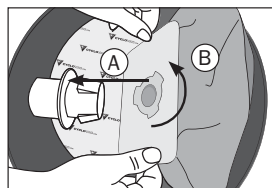

figura 20
4. Inserte la bolsa hasta el manguito de retención para garantizar la estanquidad (**figura 20-A**). Gire la bolsa a 20° (**figura 20 -B**) asegurándose de que las muescas de la bolsa ya no están alineadas con las puntas del adaptador.